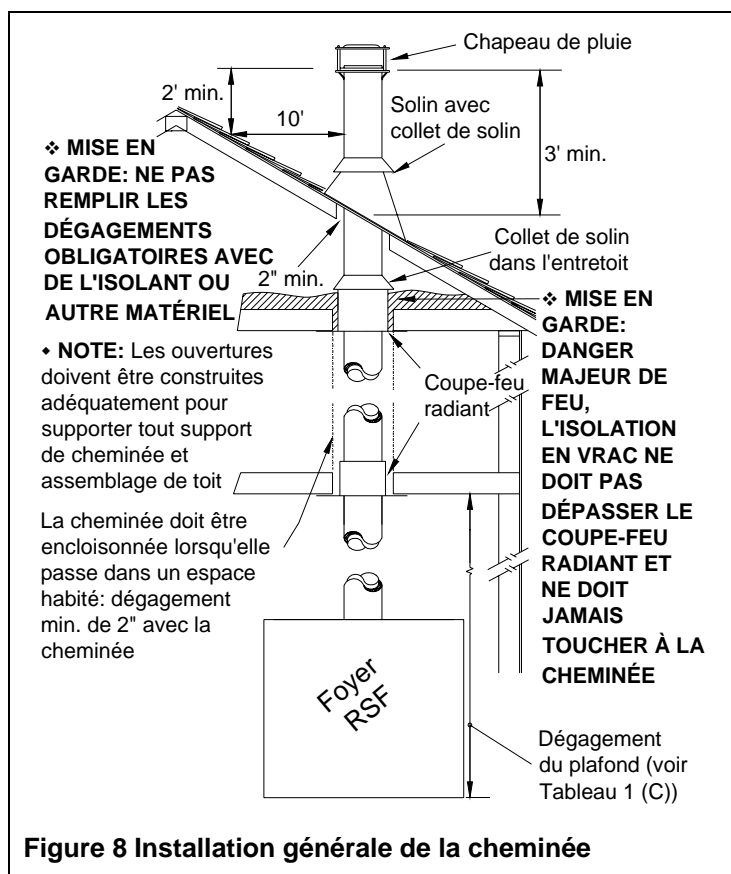

Figure 8 Installation générale de la cheminée
2. Installez un coupe-feu radiant en dessous de chaque plancher/plafond traversé par la cheminée. Au niveau de l'entretoit, installez un coupe-feu radiant et un collet de solin tel qu'illustré à la Figure 8.